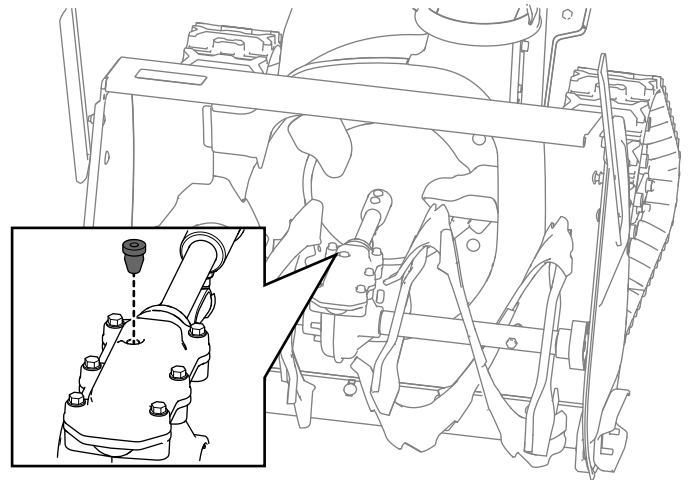

Рисунок 33
- Очистите область вокруг заглушки трубки и снимите заглушку трубки с редуктора (Рисунок 33).